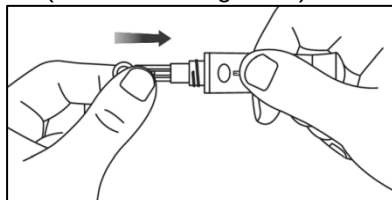

Fig. 5.17
Paso 2: Inserte una nueva lanceta estéril en el soporte para lancetas y empújela hasta que se detenga en el soporte para lancetas. (Consulte la Fig. 5.17)